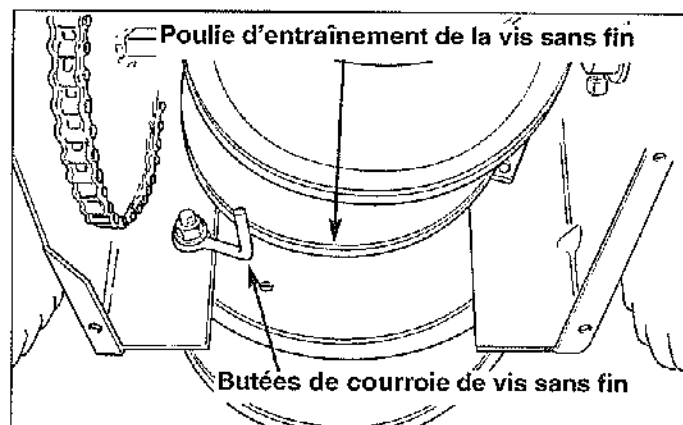

Figure 29. Poulie d'entraînement de la vis sans fin et butées de courroie
8. Desserrer les vis 6 pans qui tiennent les butées de la courroie (Figure 29), et écarter les butées de la poulie pour permettre l'enlèvement de la courroie.